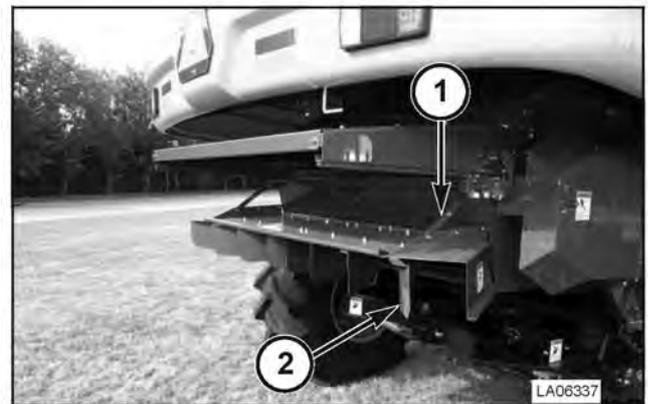

FIG. 132
FIG. 132: El ancho del esparcido puede ajustarse inclinando el cuerpo del esparcidor (1) hacia arriba o abajo y regulando las paletas (2) hacia adentro o afuera hasta obtener el ancho deseado. El código LA06337 está visible en la esquina inferior derecha.